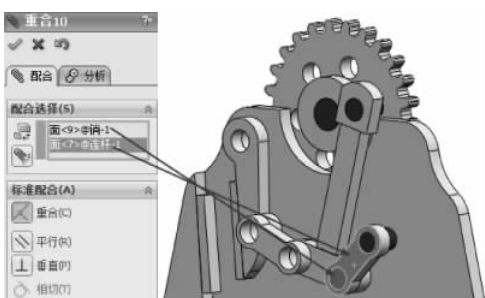

图 3-158 重合配合
(21) 继续进行配合约束,选择【标准配合】选项组下的【重合】配合类型 ,在【要配合的实体】选择框  中选择如图 3-158 所示的面,其他保持默认,单击【确定】按钮 ,完成重合配合。